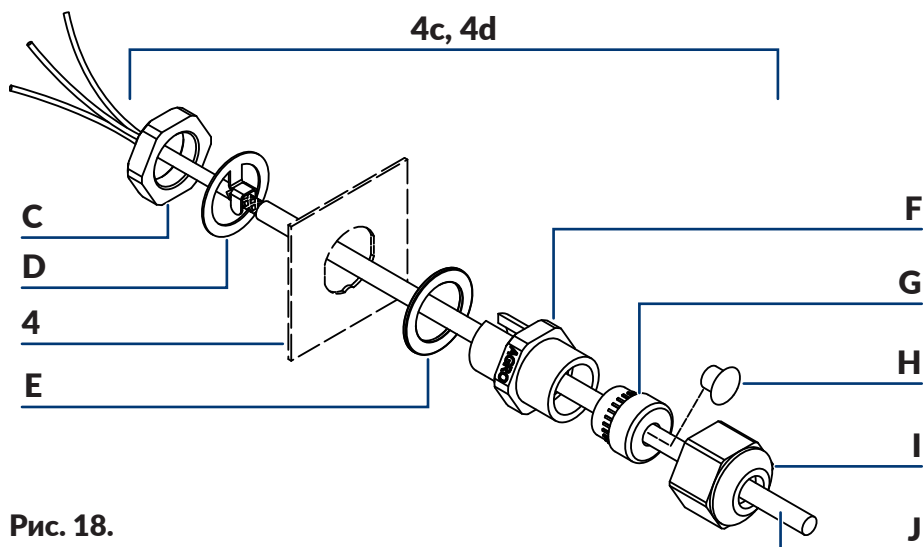

Рис. 18.
5. С помощью плоского ключа на 22 отвинтите гайку **С**, крепящую ввод  (PHOTO) **F** (см. Рис. 18 на странице 48) на панели подключения аксессуаров 4.